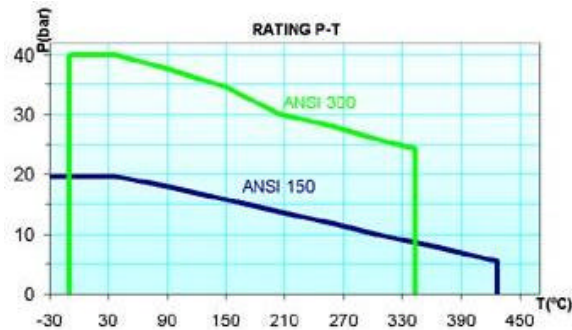

Fig 10: Diagrama P-T de presiones admisibles ANSI CLASS 150
- Presión nominal: ANSI CLASS 150 (ver fig. 10). PN 16.